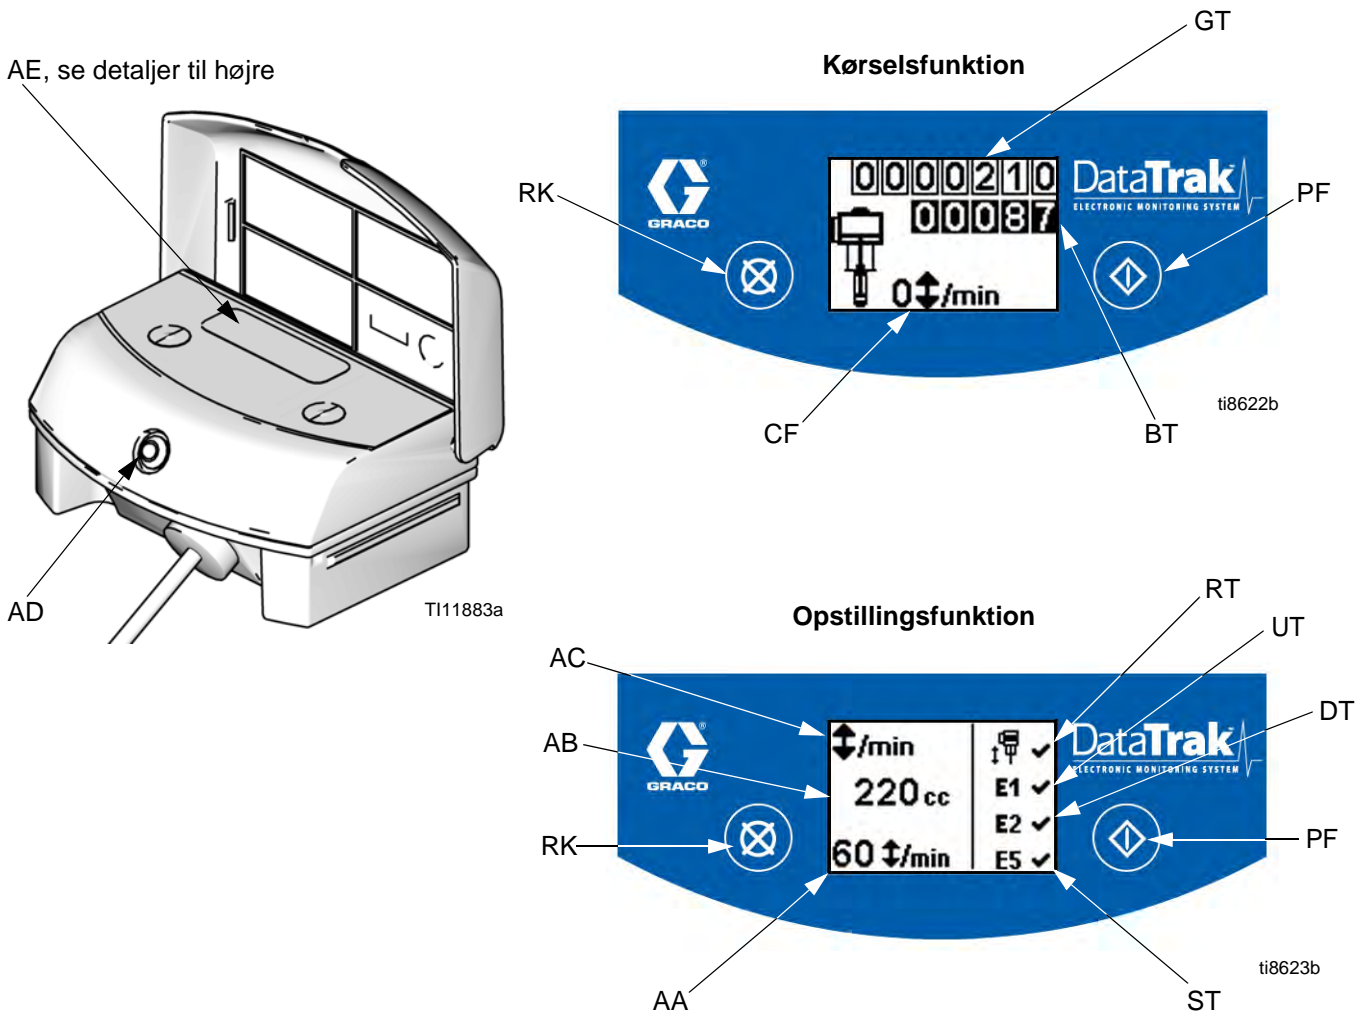

FIG. 7. DataTrak betjeningsanordninger og indikatorer
## Nøgle over Fig. 7
1. Se FIG. 7. Tryk på, og hold nede  i 5 sekunder, indtil opstillingsmenuen vises.
**BEMÆRK:** Ved løbskkørsel aktiveres E1-, E2- og E5-fejlvisningerne, og  vises på opstillings-skærmen. Se FIG. 7.
1. Se FIG. 7. Hvis løbskkørsel af pumpen finder sted, da vil den løbskkørende magnetventil blive aktiveret og derved standse pumpen. Lysdioden (AD) vil blinke og skærmen (AE) vil vise en
- Åben for hovedudluftningsventilen (E) for at genstarte pumpen.
**BEMÆRK:** For at deaktivere løbskkørselovervågningen, gå til opstillingsfunktionen og indtast løbskkørselværdien på 0 (nul) eller sæt vippekontakten (RT) på off-position  (se FIG. 7).
- Se FIG. 7. For at gå til spædnings-/skylningsfunktionen skal du trykke på en vilkårlig tast for at genaktivere skærmen og derefter trykke på . Spædnings-/skylningssymbolet vil komme til syne på skærmen, og lysdioden vil blinke.
- Mens spædnings-/skylningsfunktionen er aktiveret, vil løbskkørselbeskyttelsen være deaktiveret og batchtotaltælleren (BT) vil holde op med at tælle. Hovedtotaltælleren (GT) fortsætter med at tælle.
Se FIG. 7. Det sidste ciffer i batchtotaltælleren (BT) repræsenterer en tiendedel af gallons eller liter. For at nulstille totaltælleren, skal du trykke på en vilkårlig tast for at genaktivere skærmen, derefter trykke på , og holde denne nede i 3 sekunder.
Se FIG. 7. Skærmen (AE) vil slukke efter 1 minuts inaktivitet i Kørselsfunktion eller efter 3 minutter i Opstillingsfunktion. Tryk på en vilkårlig tast for at genaktivere skærmen.
**BEMÆRK:** Skærmen (AE) kan slukke, hvis en statisk afladning af højt niveau anvendes i DataTrak. Tryk på en vilkårlig tast for at genaktivere skærmen.
DataTrak kan diagnosticere adskillige problemer med pumpen. Når monitoren detekterer et problem, vil lysdioden (AD, FIG. 7) blinke, og en diagnosticeringskode vil komme til syne på skærmen. Se Tabel 1.